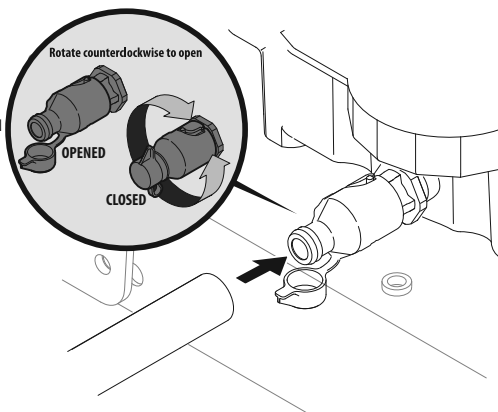

Figure 24
4. Retirez le capuchon protecteur de la soupape de vidange. Voir Figure 24.